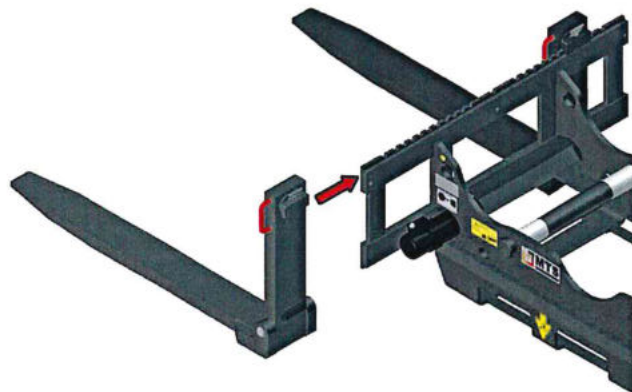

Abbildung 26: Gabelzinken montieren
- Die Gabelzinken von der Seite auf den Gabelträger der MTS-TransportBox Plus schieben (siehe Abbildung 26, Seite 16)